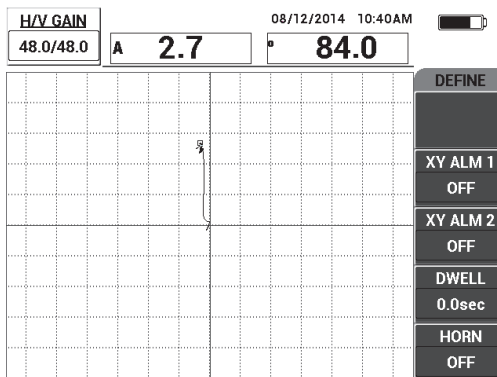

**Рис. 6-30 Приложение для выявления мелких отслоений и отремонтированных участков**
3. Выберите приложение **Мелкие отслоен.**, затем нажмите ✓ (см. Рис. 6-30 на стр. 154).